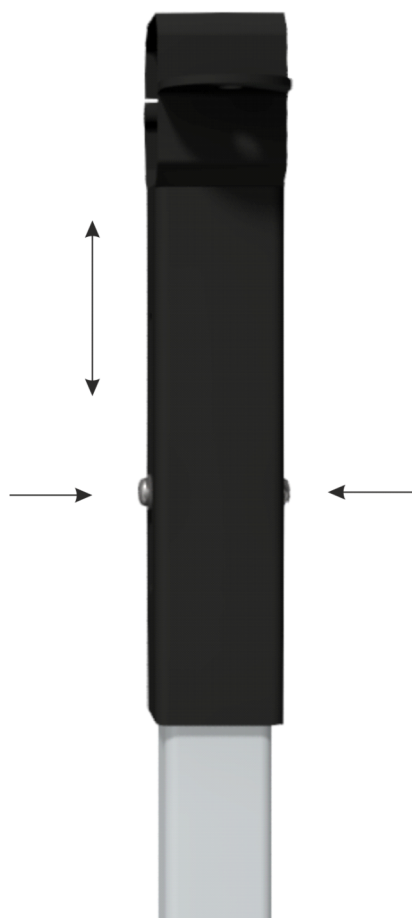

Рисунок 6.6.2 Регулировка высоты стойки.
Опора стрелы имеет возможность регулировки высоты стойки, достаточно ослабить затяжку двух винтов (3) и переместить подвижную часть стойки (2) на требуемую высоту (рисунок 6.6.2).